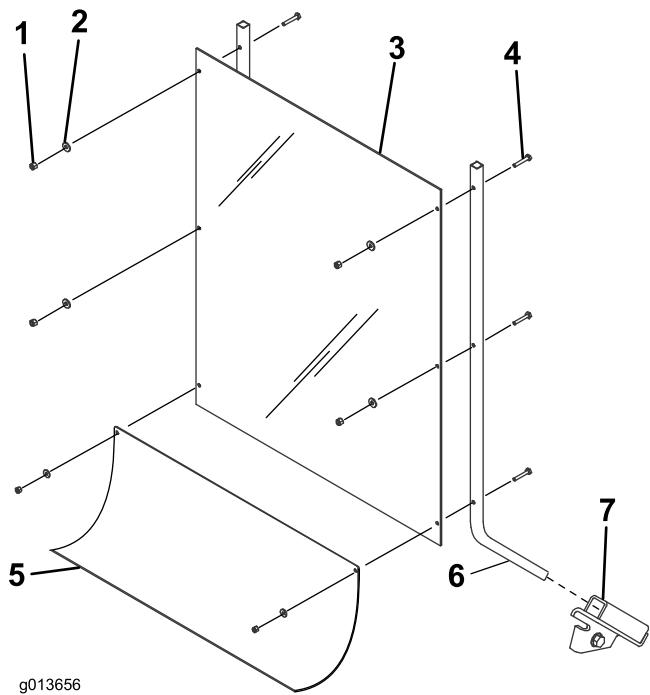

Figura 6
1. Deslice las varillas del protector en los huecos de los soportes del protector, montados en la unidad de tracción (Figura 6).
- Monte el protector y el faldón flexible en las varillas del protector, según se muestra en Figura 6, usando 6 pernos (1/4 x 1-1/2 pulgada), arandelas y contratuerca (1/4 pulgada).